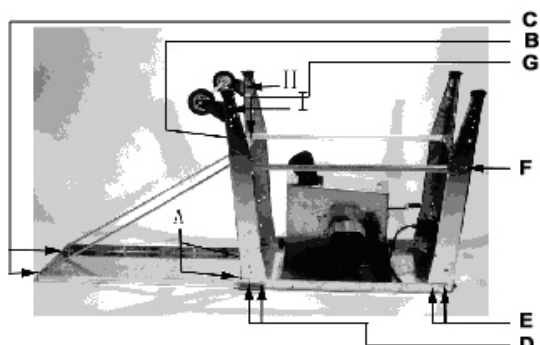

Fig. 12
- Cu excepția șuruburilor de pe pozițiile H și I strângeți acum toate șuruburile bine, în ordine de la A la G (v. fig. 12).